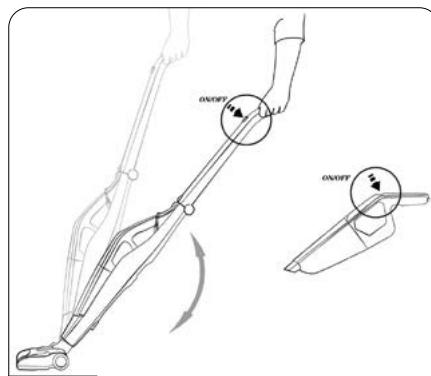

рис. 8
2. Запустіть пилосос кнопкою (6) безпосередньо на пилососі або кнопкою (1) на головній ручці (рис. 8). Кнопки працюють незалежно одна від одної, доки пилосос знаходитьться в основній ручці.
4. Разом з пилососом активується електрична щітка (15) зі світлодіодами (16), які освітлюють поверхню, що пилососиться. Багатофункціональна електрична щітка підходить для прибирання всіх типів твердих поверхонь і килимів.